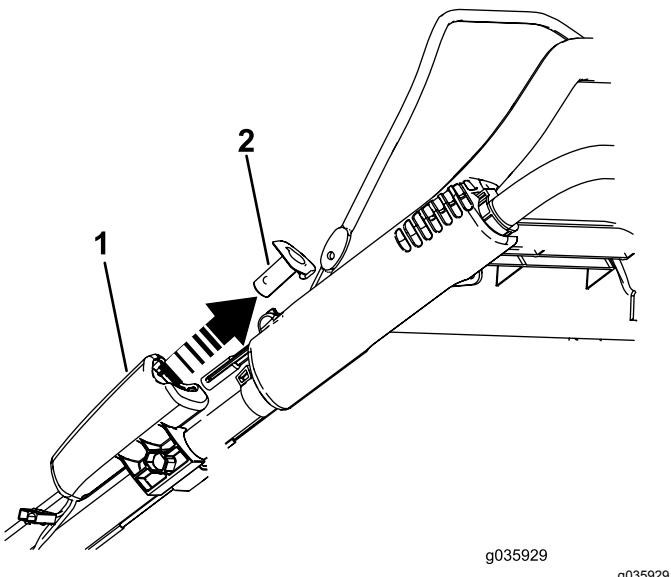

Figura 27
- Retire el botón de arranque eléctrico (Figura 27).